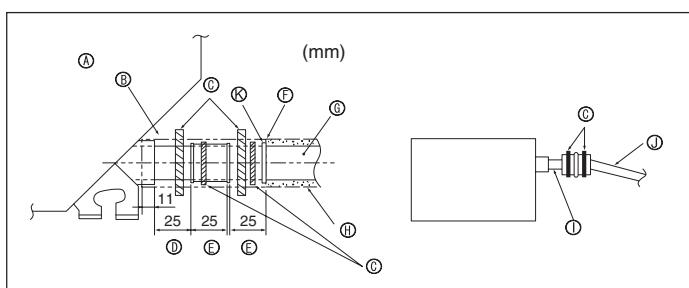

Fig. 5-2
⑨ Tubo PVC, O.D. ø32	⑪ Inclinação descendente (1/100 ou mais)
⑩ Faça o mais largo possível	⑫ Tubo PVC, O.D. ø38 externo para tubagem agrupada. (isolação de 9 mm ou mais)
⑪ Unidade interior	⑬ Até 85 cm
⑫ Faça a dimensão da tubagem suficientemente grande para a tubagem agrupada
1. Ligue o bocal de drenagem (fornecido com a unidade) à porta de drenagem. (Fig. 5-2) (Fixe o tubo com adesivo PVC e depois ate-o com uma banda.)
① Unidade	⑩ Tubo de drenagem (Tubo PVC, O.D. ø32)
② Material de isolamento	⑪ Material de isolamento (à venda no comércio)
③ Banda	⑫ Tubo em PVC transparente
④ Porta de drenagem (transparente)	⑬ Tubo PVC, O.D. ø32 (à venda no comércio)
⑤ Margem de inserção	(Inclinação de 1/100 ou mais)
⑥ Adequação	⑭ Bocal de drenagem